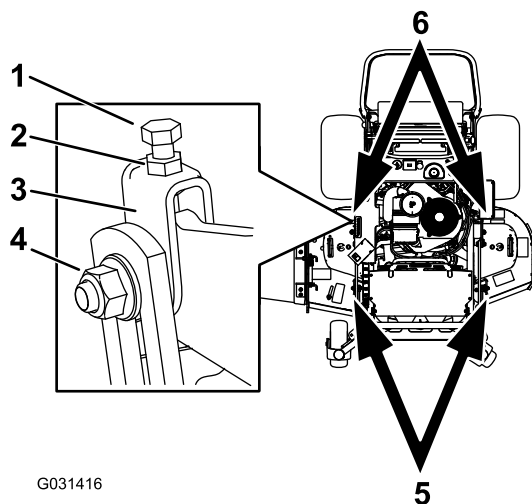

Figure 81
1. Desserrez l'écrou de blocage et l'écrou latéral dans les chapes que vous voulez régler (Figure 81).
2. Tournez le boulon supérieur de ces chapes pour régler la hauteur du tablier de coupe (Figure 81).
5. Si la mesure n'est pas correcte, localisez les 2 chapes avant sur la machine (Figure 81).